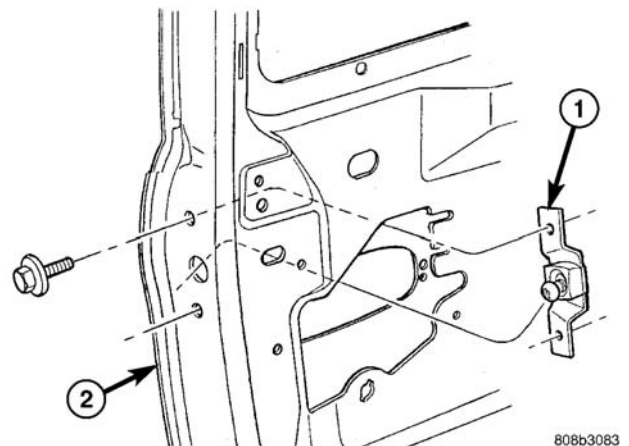

图 6 滑动门中央碰舌总成
(1) 拆卸滑动门装饰板。(参见23—车身/车门—滑动门/装饰板—拆卸)
(2) 拆下固定止动垫块的螺栓。从车门上拆下制动垫块。
(3) 拆下将中央碰舌总成固定到车门端部框架的螺钉 (图6)。
(4) 通过检修孔, 从车门上拆下中央碰舌总成。
(1) 通过检修孔, 将中央碰舌放置到车门上的合适位置 (图6)。
(2) 安装将中央碰舌固定至车门端部框架的螺钉。